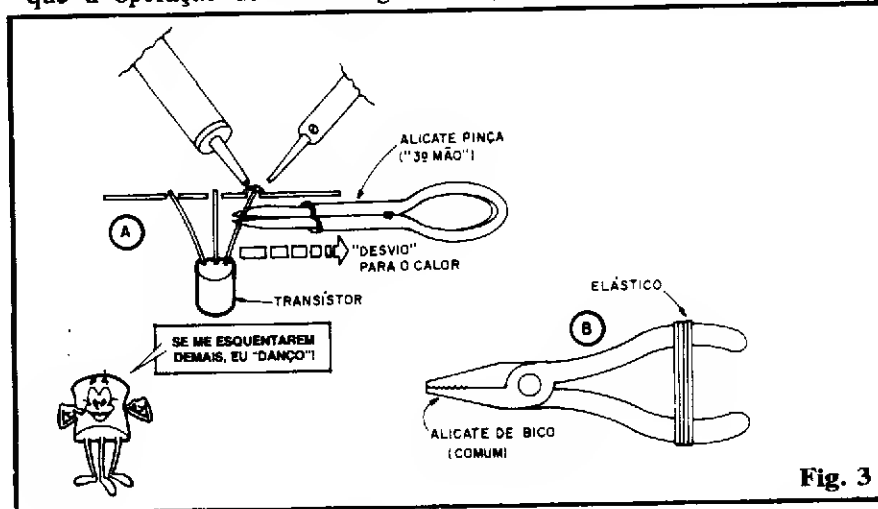
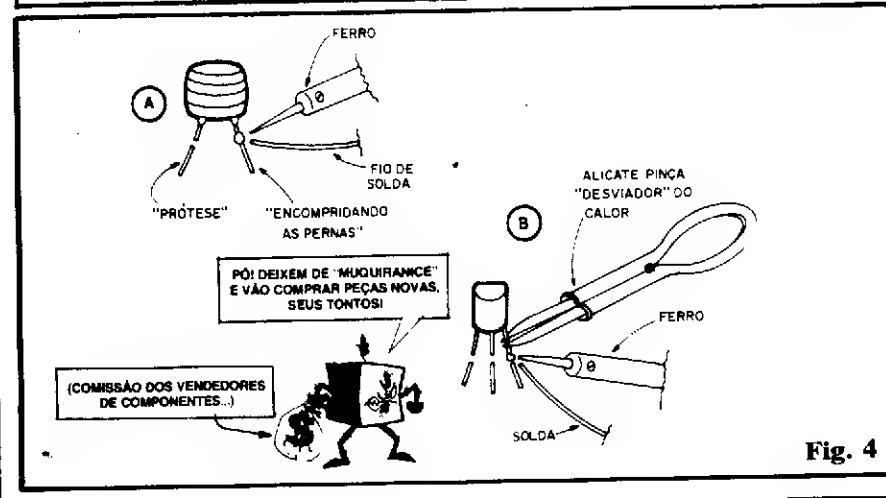

Fig. 3
Fig. 4
- **FIG. 3 - REMOÇÃO DE COMPONENTES TERMICAMENTE DELICADOS** - Transistores, diodos (e demais semicondutores...) além de capacitores eletrolíticos, são peças que "não gostam" de calor excessivo (e/ou por demasiado tempo...), e que assim requerem cuidados especiais. Além de - obviamente - usar um ferro de baixa "wattagem" (20 ou 30 watts, como já avisamos nas primeiras "Aulas"...), é fundamental que a operação de dessoldagem
com o que a ferramenta se transforma, momentaneamente, numa excelente pinça retentora (fig. 3-B).
- **FIG. 4 - AS "PRÓTESES"** - Praticamente todos os componentes removidos da placa de SUCATA (pelos métodos descritos e mostrados nas figs. anteriores...) estarão, depois de liberados, com "perninhas" muito curtas (uma vez que "lá na fábrica", ao fim da montagem, as sobras de "pernas" e terminais foram devidamente "amputadas"...). Isso impossibilita, **a priori**, qualquer tipo de reaproveitamento, por razões puramente mecânicas. Até mesmo a eventual re-inserção em **outra** placa de Circuito Impresso, será problemática, isso sem falar nas montagens em ponte de terminais ou - pior ainda - em barras de conectores parafusáveis (caso típico das Experiências mostradas no ABC...). A saída prática é recompor as "pernas" e terminais dos componentes, efetuando verdadeiras "próteses" com a soldagem cuidadosa de toquinhos de fio rígido, que "encompridam" os terminais até dimensões novamente práticas! Notem que deve, nessas "próteses", ser sempre usado fio nú e rígido, cujo calibre seja - tanto quanto possível - "parecido" com o originalmente mostrado pelo pedacinho de "perna sobrando" do componente... Em caráter geral, recomenda-se o uso de fio nº 22 a 28 (AWG), cujos calibres "batem" com a espessura normal de terminais da maioria dos componentes pequenos. A fig. 4-A mostra a delicada, porém fácil, operação de "encomprimento"... Aconselhamos que previamente, antes de juntar fisicamente a "prótese", as pontinhas do terminal e fio envolvidas na emenda sejam levemente estanhadas (um tiquinho de solda cuidadosamente aplicada). Isso facilitará o "grude" no momento da união definitiva (não vão fazer um "baita" caroço de solda no local, que além de feio, pode gerar futuros problemas de conexão! Lembrar ainda que (fig. 4-B) os componentes termicamente delicados (já relacionados no texto referente à fig. 3...) devem,